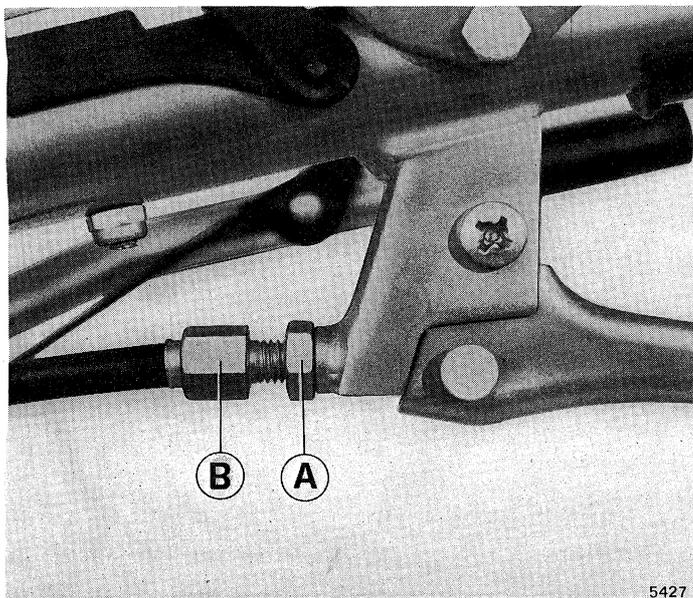

Fig. 2
- Allentare il dado **A** (fig. 2).